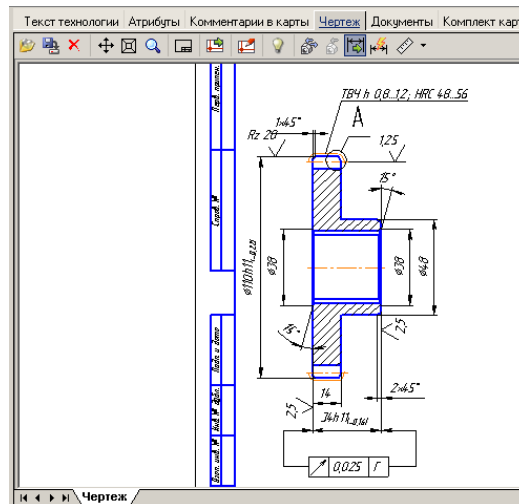
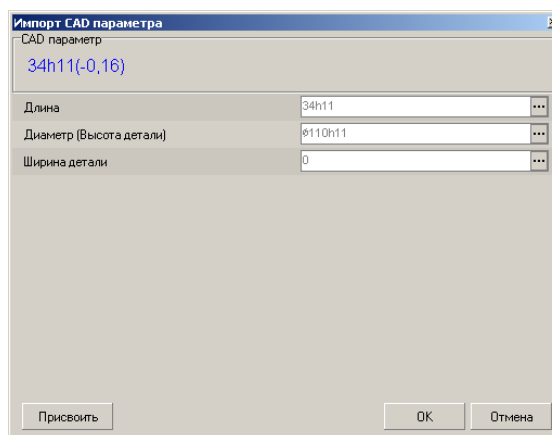

Рис.6
Рис.7
12. Нажмите кнопку **Импортировать параметр** на панели инструментов вкладки **Чертеж** (рис. 6). Укажите курсором-ловушкой импортируемый размер  $\emptyset 110h11$ . В открывшемся окне (рис. 7) установите курсор в строке *Диаметр (Высота детали)*, нажмите кнопку *Присвоить*, а затем **ОК**.